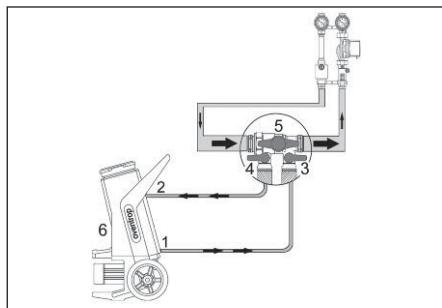

Fig. 6.9 Remplissage à l'aide de l'ensemble de remplissage et de rinçage
- Raccorder l'ensemble de remplissage et de rinçage à la station solaire d'un côté et à la station de rinçage et de remplissage de l'autre côté (fig. 6.9) en respectant la direction de refoulement du circulateur!